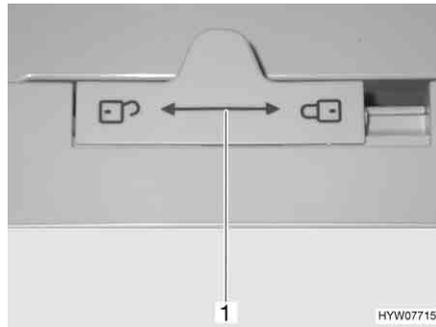

Fig. 154 Bloqueo de la puerta del frigorífico (Dometic de la serie 7)
- Empujar el bloqueo (Fig. 154, 1) hacia la izquierda "🔓".
- Empujar el bloqueo (Fig. 154, 1) completamente hacia la derecha "🔒".